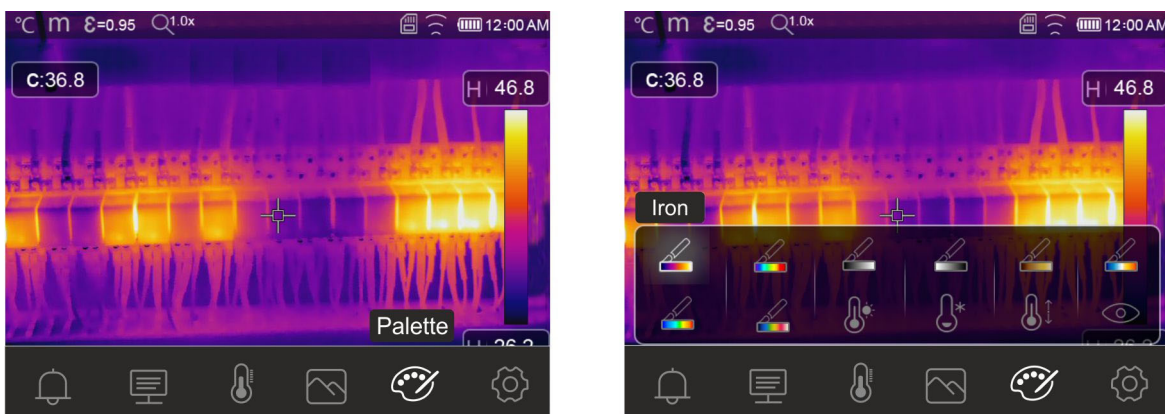

Abb. 36: Auswahl Farbpaletten und Funktionen Isothermen-Linien
2. Berühren Sie das Symbol “🎨”, um das Menü “Palette” aufzurufen. Die Bildschirmseite in Abb. 36 – rechte Seite erscheint im Display.